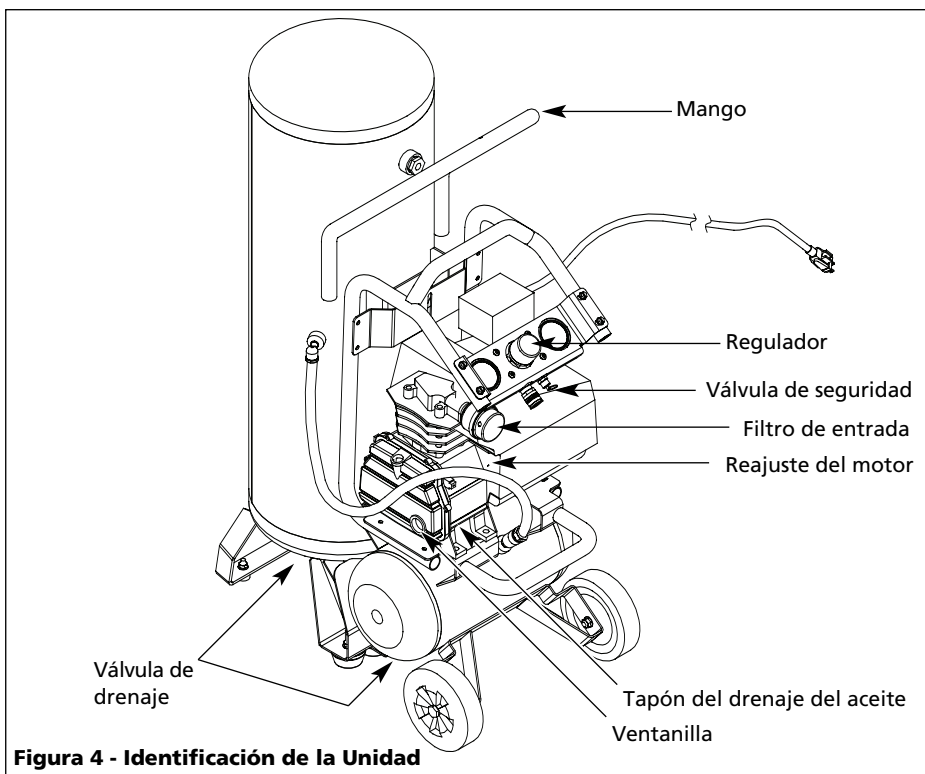

Figura 4 - Identificación de la Unidad
2. Drene la humedad del tanque abriendo la válvula de drenaje debajo del tanque (Figura 4). Incline el tanque para eliminar toda la humedad.
3. Desconecte la unidad del tomacorrientes (Figura 4). Quitele el tapón del orificio de lubricación y vierta el aceite dentro del recipiente. Vire un poco la unidad para drenar el aceite completamente.
*Si se activa el protector de sobrecarga, se debe dejar enfriar el motor durante 30 minutos antes de reiniciarlo manualmente. El dispositivo para reiniciar el motor está ubicado en uno de los lados de la bomba del compresor (ver Figura 4).*